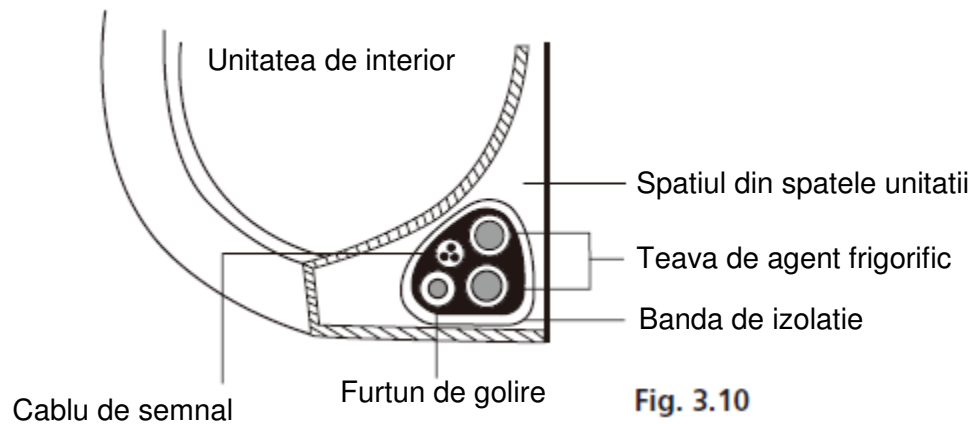

Fig. 3.10
1. Legati furtunul de golire, tevile de agent frigorific si cablurile de semnal conform **Fig. 3.10**.
3. Utilizand banda de izolatie, infasurati impreuna cablul de semnal, tevile de agent frigorific si furtunele de golire etans. Verificati ca toate articolele sunt legate in conformitate cu **Fig. 3.10**.